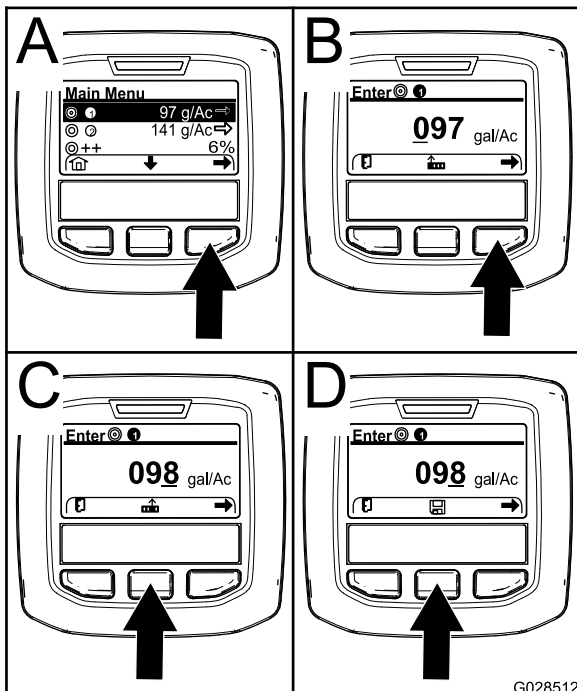

Figure 67
2. Au besoin, appuyez sur le bouton de sélection central pour mettre en surbrillance le débit d'application du programme 1 (Figure 67).
3. Appuyez sur le bouton de sélection droit pour sélectionner le programme de pulvérisation 1 (A de Figure 67).
- Appuyez sur le bouton de sélection droit (B de Figure 67) pour amener le curseur à la valeur numérique suivante à droite.
- Appuyez sur le bouton de sélection central (C de Figure 67) pour augmenter la valeur numérique (0 à 9).
Remarque: L'icône de sauvegarde s'affiche alors au-dessus du bouton central (D de Figure 67).
6. Appuyez sur le bouton de sélection central (D de Figure 67) pour sauvegarder le débit d'application programmé.